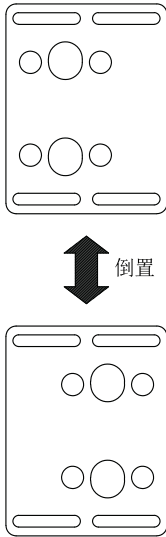

图3.7 根据安装板安装方向的可调范围
- *2：当EJX930A被指定为“过程连接向下”时，位置可调安装板只能在图3.7所示的倒置状态下使用。
- 进行液罐的液位测量时，最低液位(零点)应设定在距高压侧密封膜片中心50mm以上的地方（见图 3.7）